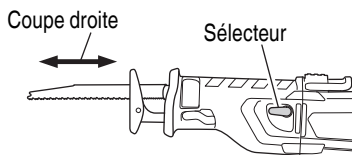
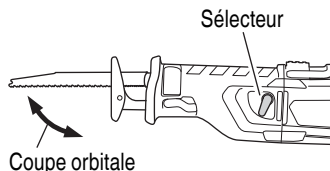

Fig. 10
Fig. 11
Le premier est la coupe droite, dans laquelle la lame se déplace de façon linéaire, et le second est la coupe orbitale, dans laquelle la lame se déplace de haut en bas, et d'avant en arrière. (Fig. 10, Fig. 11)
Pour effectuer une coupe orbitale, déplacer le sélecteur dans le sens de la longueur. Normalement, sélectionner la coupe orbitale pour couper des matériaux tendres, comme le bois, etc. La coupe orbitale est efficace parce que la lame pénètre de force dans le matériau. (Fig. 10)
(2) Pour la coupe de métaux, utiliser de l'huile de machine appropriée (huile de turbine, etc.). Si l'on n'utilise pas d'huile de machine liquide, appliquer de la graisse sur toute la surface de la pièce.
(3) Utiliser la molette pour régler la vitesse de la lame en fonction des conditions de travail et du matériau.
(4) La coupe s'effectuera en toute facilité si l'on règle le sélecteur sur la position de coupe droite (Fig. 10).
(2) Le rendement de coupe sera efficace si l'on règle la vitesse de la lame sur le chiffre "6" de l'échelle de la molette
(3) Le rendement de coupe sera efficace si l'on règle le sélecteur sur la position de coupe orbitale (Fig. 11). Ou bien, l'on obtiendra des coupes nettes en réglant le sélecteur sur la position de coupe droite (Fig. 10).